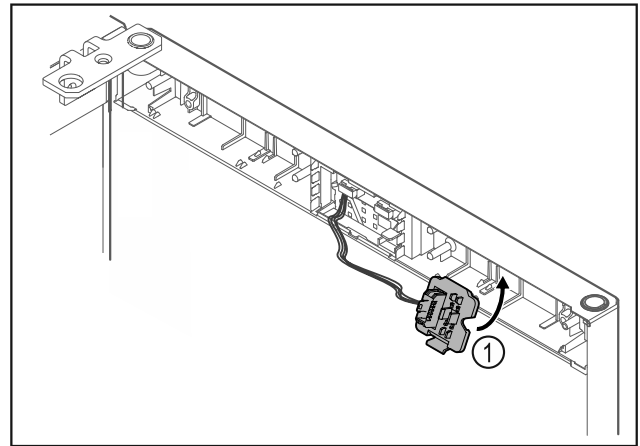

Fig. 21
- ▶ Зафіксувати кріплення штекера Fig. 21 (1) на протилежній стороні.